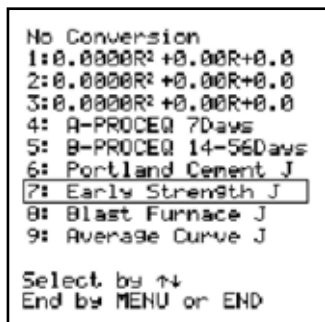

Рис. 4.4 Меню „Кривые преобразования“
- Выберите одну из 2 запрограммированных стандартных кривых PROCEQ, и (для версии 4.0 и выше) 4 японских кривых (см. Рис. 4.4).